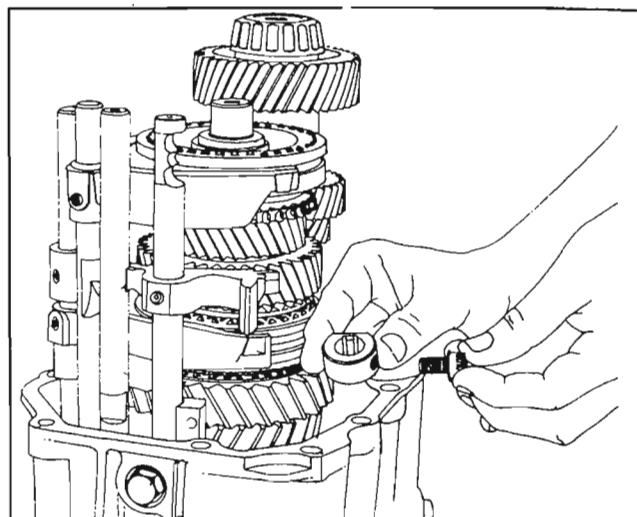

Fig. 88
Coloque el anclaje de la varilla de la marcha atrás (128) en la carcasa utilizando el tornillo (126) y la arandela de muelle (127). *Fig. 88*